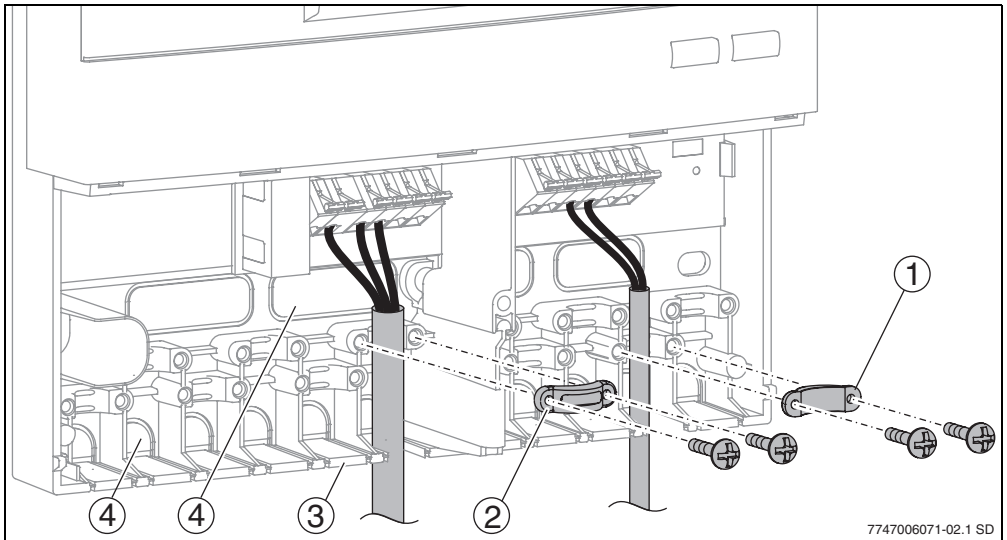

Fig. 5 Introducerea și fixarea cablului
În funcție de situația de montaj, cablurile pot fi introduse din spate (→ fig. 5, pos. 4) sau de dedesubt (→ fig. 5, pos. 3) în carcasă.
- ▶ Separați traseul pentru cablu (→ fig. 5) cu un cuțit pentru a nu rămâne muchii ascuțite.
- ▶ La introducerea cablului de dedesubt: asigurați cablul împotriva smulgerii (→ fig. 5, pos. 2). Brida împotriva smulgerii poate fi montată și întoarsă (→ fig. 5, pos.1).